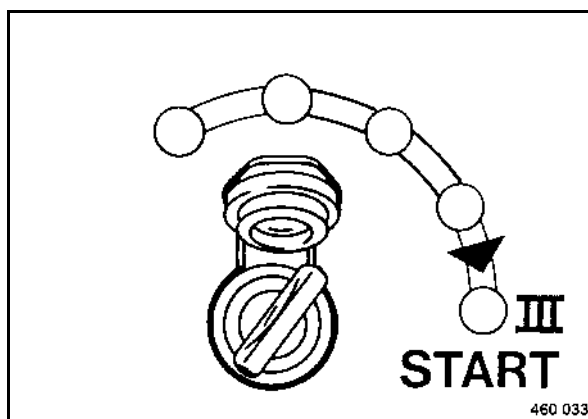

fig. 51
- Tourner la clé de contact sur position "III" (fig. 51) ; le démarreur vire le moteur.